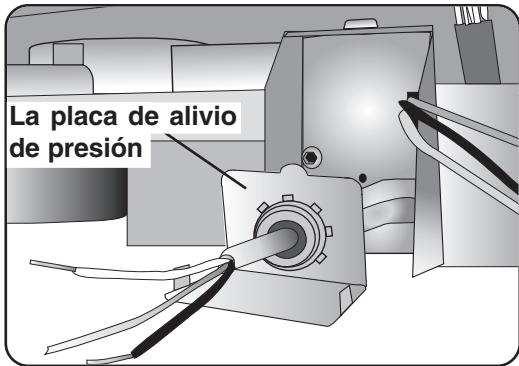

Ilustración 27
2) Corra el cable de alimentación eléctrica a través del alivio de presión, como muestra la Ilustración 27. Permita que de 3 a 4 pulgadas (de 7.5 cm a 10 cm) de cable aislado se pasen de la placa de alivio de presión.